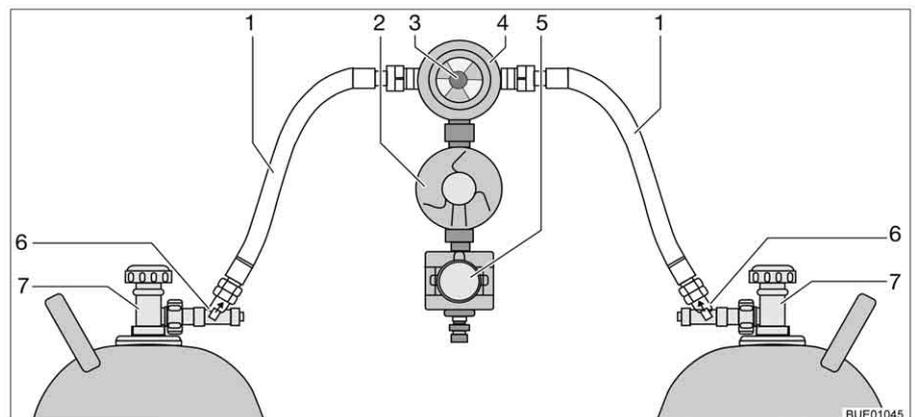

Fig. 133 Impianto di commutazione Crash Protection Unit
La Crash Protection Unit consiste di due limitatori di flusso con sblocco manuale (Fig. 133,6), di una valvola di commutazione (Fig. 133,4) con regolatore di pressione (Fig. 133,2), di una elettrovalvola (Fig. 133,5) e di una centralina di controllo con LED a tre colori. La valvola di commutazione viene montata tra i due tubi del gas (Fig. 133,1).
Con la manopola (Fig. 133,3) sulla valvola di commutazione è possibile stabilire, quale delle bombole del gas viene utilizzata come bombola in uso e quale bombola del gas viene utilizzata come bombola di riserva.
Sulla centralina di controllo (Fig. 134) possono venire azionate solo le funzioni elettriche. Le valvole principali di arresto delle bombole del gas (Fig. 133,7) e gli sblocchi (Fig. 133,6) devono essere aperti a mano.
- Aprire le valvole principali di arresto delle bombole del gas (Fig. 133,7).
- Premere gli sblocchi (Fig. 133,6) uno dopo l'altro per 10 secondi.
- Con la manopola (Fig. 133,3) sulla valvola di commutazione (Fig. 133,4) selezionare la bombola del gas, da cui proviene la principale alimentazione del gas (bombola in uso).
- Chiudere le valvole principali di arresto delle bombole del gas (Fig. 133,7).